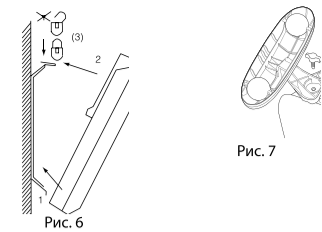

Рис. 6
- Закрепить прибор на кронштейне необходимо следующим образом (рис. 6):